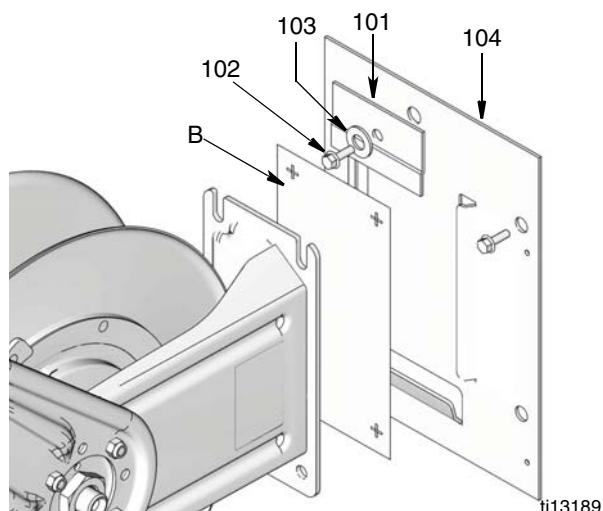

Рис. 10
Вы можете прикрепить к стене плиту основания (104) для упрощения установки и снятия шлангового барабана при техническом обслуживании (Рис. 10).
3. Задвиньте шланговый барабан на плиту основания (104), а также установите прижимную пластину (101), шайбу (103) и винт с колпачком (102). Надежно затяните винт (Рис. 10).